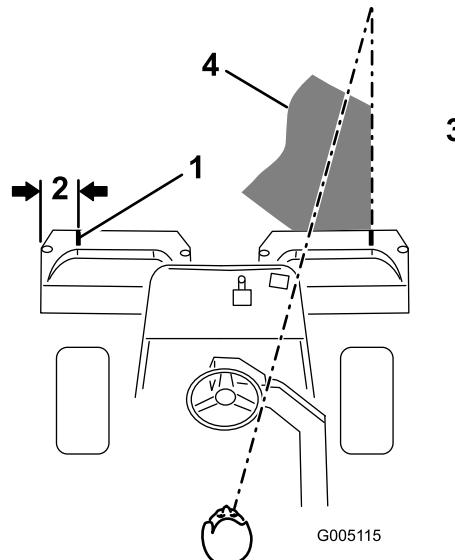
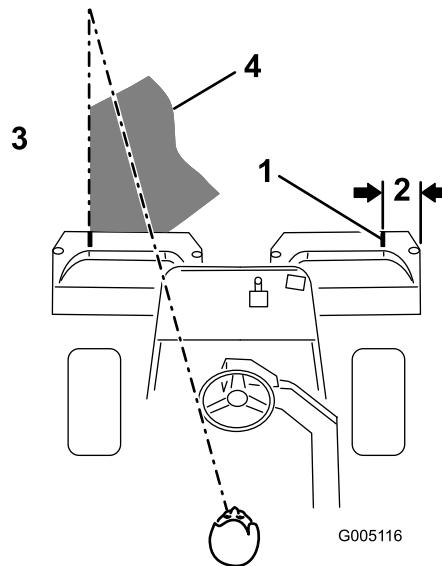

Figura 29
Figura 30
- Applicate una striscia adesiva bianca, oppure tracciate una linea con della vernice bianca, su ciascun cestello, parallela al bordo esterno del cestello stesso (Figura 29).
Nota: Per tosare in linea retta il green e mantenere la macchina alla medesima distanza dal bordo della falciatura precedente, immaginate una linea compresa tra 1,8 e 3 m circa davanti alla macchina e fino al bordo della sezione di green da tosare (Figura 29 e Figura 30). Potrebbe essere utile includere nella linea di collimazione il bordo esterno del volante, vale a dire, tenere allineato il bordo del volante con un punto che si trovi sempre alla stessa distanza dalla parte anteriore della macchina.